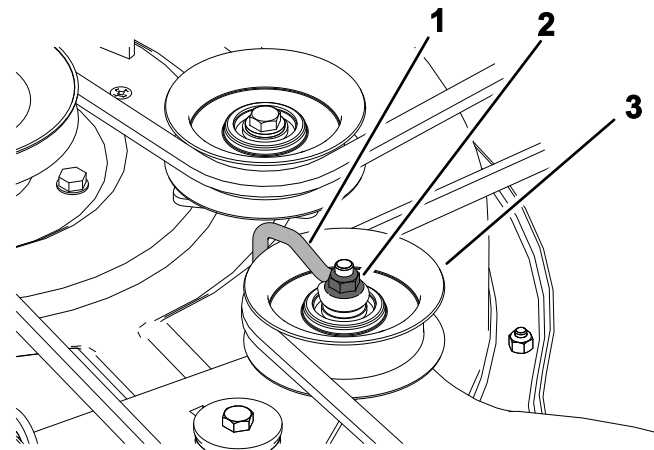

Bild 56
2. Schraube (3)
6. Lösen Sie die Mutter, mit der der Drahtbügel an der Spannscheibe befestigt ist (Bild 56).
**Hinweis:** Positionieren Sie den Drahtbügel gegen den Spannarm, wie in Bild 56 dargestellt.